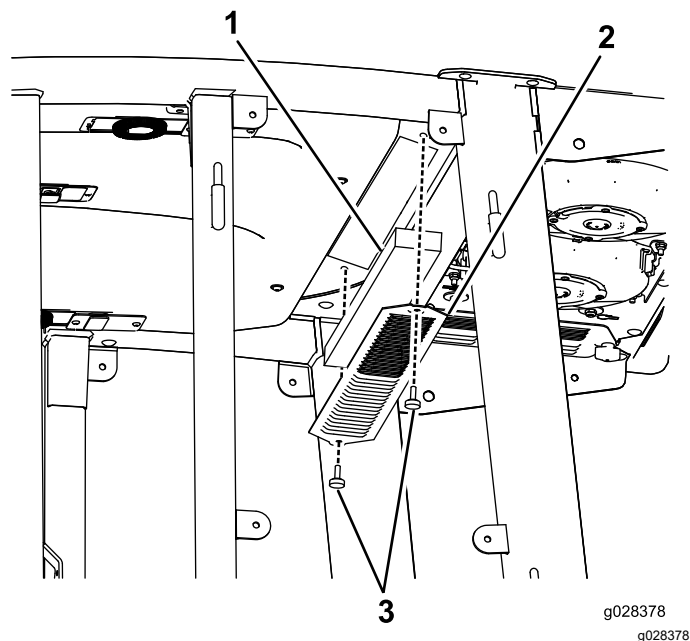
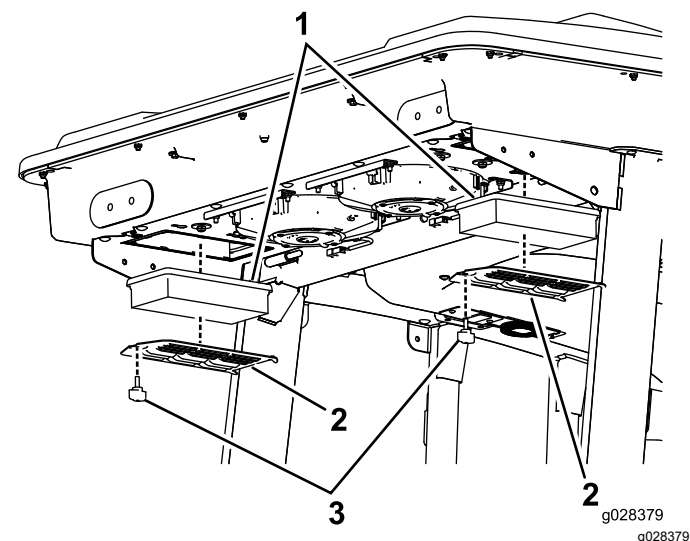
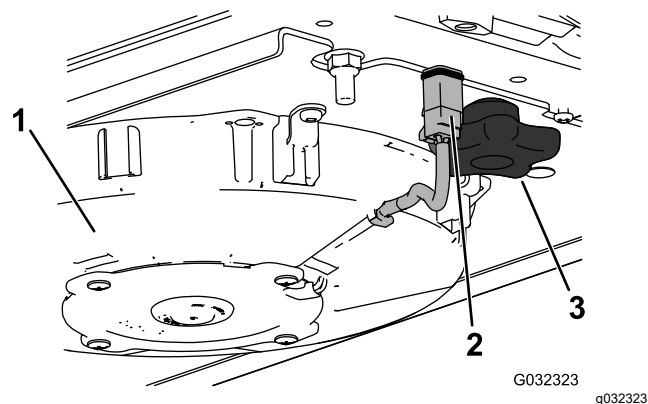
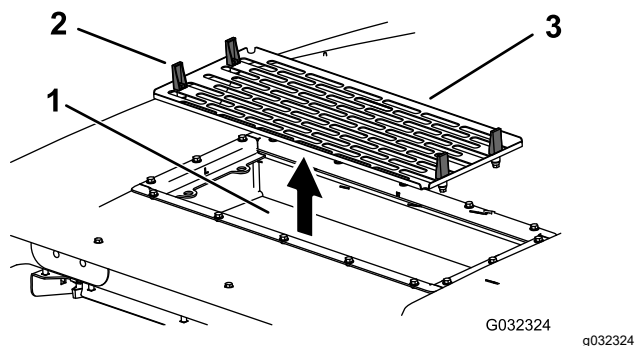

Figura 130
Figura 131
Figura 133
Figura 134
1. Retire los tornillos y las rejillas del filtro que está en el interior de la cabina y del filtro que está detrás de la cabina (Figura 130 y Figura 131).
4. Retire los filtros de aire (ver Figura 131).
6. Instale los filtros de aire, la rejilla y el conjunto de ventilador (Figura 131, Figura 133 y Figura 134).
7. Conecte el cable de cada ventilador (Figura 133).